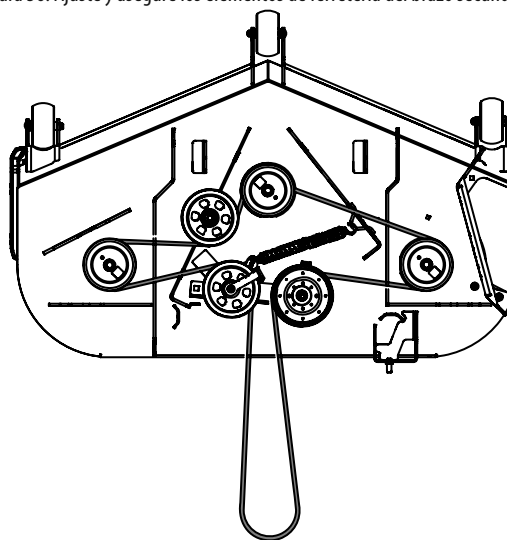

Figura 56
8. Coloque la correa como se muestra en la Figura 56. Ajuste y asegure los elementos de ferretería del brazo secundario libre.